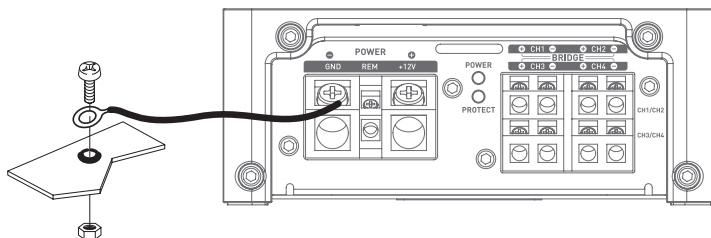

图 2
- 10 - 准备汽车底盘接地时，刮下金属表面上的任何涂料，以确保良好的接地。接地的配线应该越短越好，并且始终连接到焊接在车体或底盘的金属上（图2）。一般保留的接地点是连接电池负极端子与汽车底盘之间的连接点。
3.3.2 取一根负极 (-) 电源线。此电缆应尽可能短，其长度最好不要超过1米，方能确保放大器和车辆底盘之间的连接完美无误。电缆和其线规应符合上方表格所示（第3.1节）。找到合适的接地点后，磨去油漆或清漆的痕迹，以优化接触质量。打穿预先根据所选螺钉的直径打磨好的钢板，同时注意附近是否有任何油箱或其他敏感零件的电缆经过。将随附的地线焊接至电缆引线上，并为其包上绝缘层（利用热缩护套管），然后将其连接至FPX放大器上（图2）。